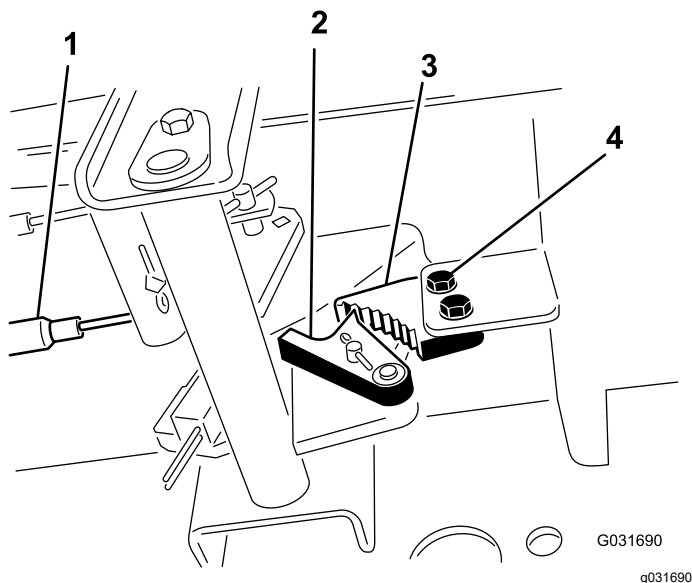

Figura 89
1. Allentate le due viti che fissano il nottolino del freno di stazionamento al telaio (Figura 89).
2. Premete in avanti il pedale del freno di stazionamento finché il fermo non s'innesta completamente nel nottolino del freno (Figura 89).